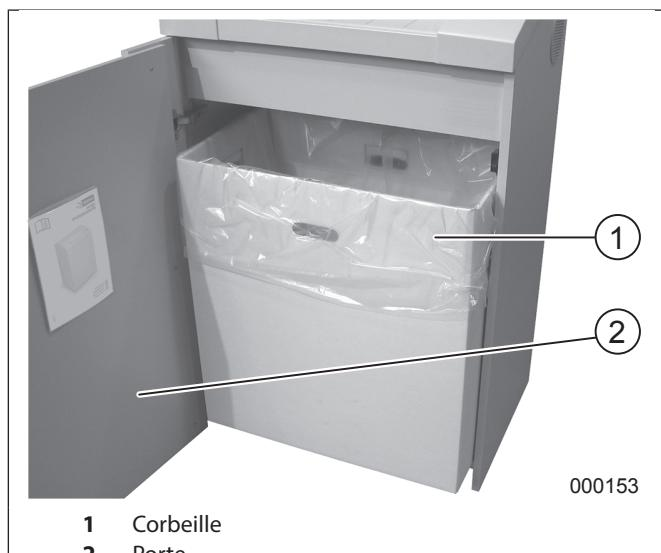

fig. 4 Corbeille
Vider la corbeille (fig. 4/1) comme suit :
1. Ouvrir la porte (fig. 4/2).